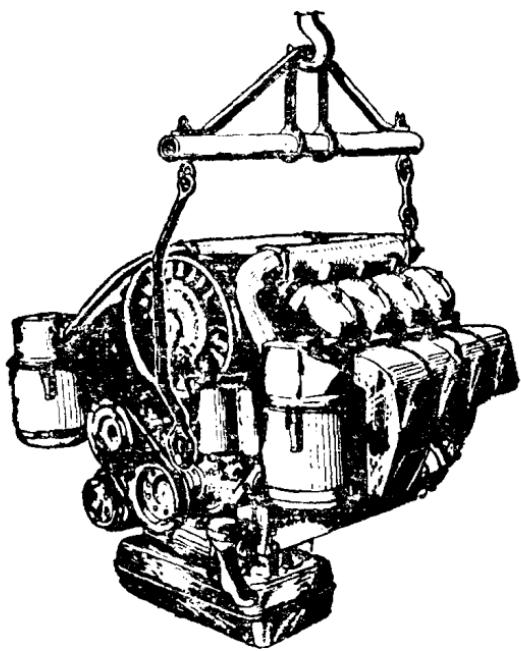

图1 用吊具吊起发动机总成
15. 用专用吊具把曲軸箱前端传动齿轮室盖上的齒形懸置螺栓和正时齿轮室盖上的吊环鉤住，慢慢起升拉紧鋼絲绳，把发动机吊住，如图1所示。再周密检查一次，只有在发动机总成与底盘沒有任何連接之后，才能用起重机或滑輪組漸漸吊起发